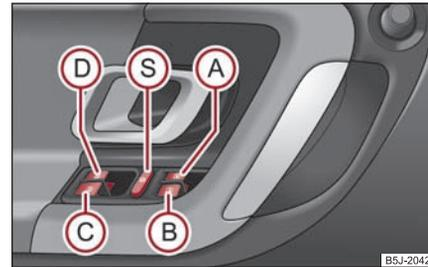

Abb. 43 Tasten in der Fahrertür
Die Tasten für die einzelnen Fenster befinden sich im Bedienteil in der Fahrertür ⇒ Seite 46, Abb. 43, Beifahrertür und in den hinteren Türen\*.
Sie können durch Drücken des Sicherheitsschalters  ⇒ Seite 46, Abb. 43 die Tasten der Fensterheber in den hinteren Türen außer Funktion setzen. Durch wiederholtes Drücken des Sicherheitsschalters  sind die Tasten der Fensterheber in den hinteren Türen wieder in Funktion.
- Werden auf den Rücksitzen Kinder befördert, wird empfohlen, die elektrischen Fensterheber der hinteren Türen außer Funktion zu setzen (Sicherheitsschalter)  ⇒ Seite 46, Abb. 43.